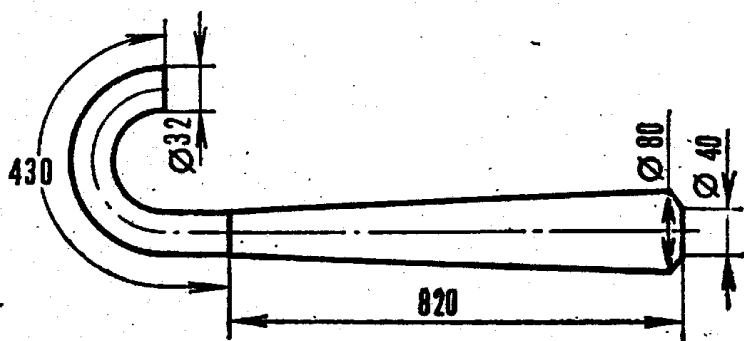

Рис. 115. Система выпуска двигателя 650 см3
8. Подбор длины и диаметра выпускных труб и глушителей (рис. 115).